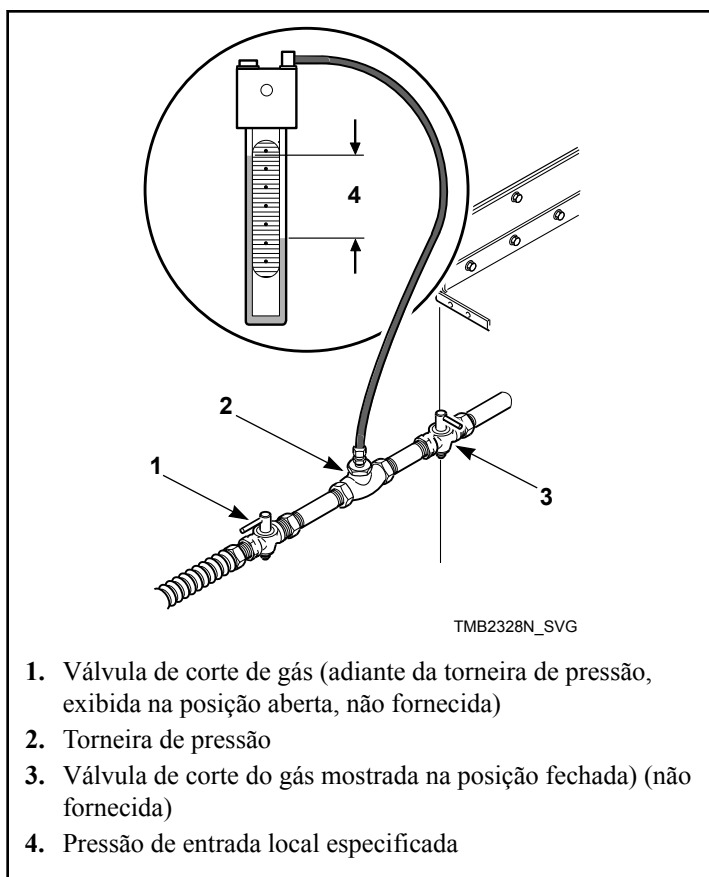

Figura 14
1. Desligue a alimentação da secadora. Desligue a válvula de corte do gás da secadora. Consulte a *Figura 14*.
1. Desligue a alimentação da secadora. Desligue a válvula de corte de gás da secadora. Consulte a *Figura 14*.